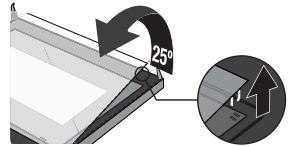

Abbildung 4
4. Ziehen Sie das Glas vorsichtig ab, indem Sie es um ca. 25° anheben. (Abbildung 4)